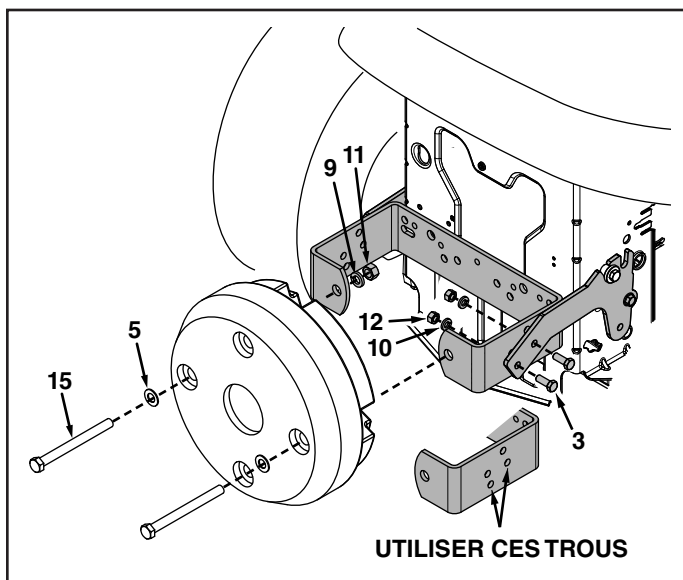

FIGURE 9
2. Montez le support (1) de contrepois sur ses bras (2a) à l'aide de quatre boulons hexagonaux de 3/8-16 x 1 po (3), de quatre rondelles de blocage de 3/8 po (10) et de quatre écrous hexagonaux de 3/8-16 (12). Voir la figure 9.
3. Montez le contrepois sur son support (1) à l'aide de deux boulons hexagonaux de 1/2 x 5-1/2 po (15), de deux rondelles de 1 po diam. ext. (5), de deux rondelles de blocage de 1/2 po (9) et de deux écrous hexagonaux de 1/2-13 (11). Serrez fermement. Voir la figure 9.